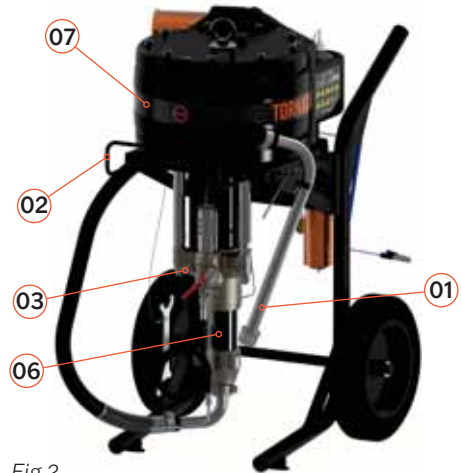

Fig.2
- 01** Sonde d'absorption (Fig. 2)
- 02** Support de tuyau (Fig. 2)
- 03** Sorties de produit (Fig. 2)
- 06** Cylindre hydraulique (Fig. 2)
- 07** Cylindre pneumatique (Fig. 2)
- 08** Chariot de transport (Fig. 2)